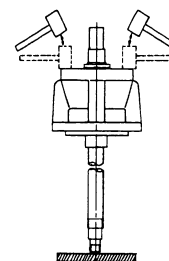

図 12
- (11) ファンキー㉟を外す。
- (12) (MLB-703,1003, GLB-705,1005) ファンケース(A)㊱より、出口側ベアリングボックス㊲を外す。この時、シャフト㊳は出口側ベアリングボックス㊲と共に外れる。そして、ヒートファン㊴を外し、出口側ベアリングボックス㊲より、ベアリング押さえ㊵を外す。
- (13) (MLB-1503,2003, GLB-1505,2005) ファンケース(A)㊱より、ベアリングブラケット㊶と断熱プレート㊷を外す。この時、シャフト㊳は出口側ベアリングボックス㊲と共に外れる。そして、ヒートファン㊴を外し、出口側ベアリングボックス㊲より、ベアリング押さえ㊵とベアリングブラケット㊶を外す。
- (14) 木片などを下に敷き、シャフト㊳の入口側を下にして立てる。(図 12)
- (15) 出口側ベアリングボックス㊲をベークハンマで外周を均一に軽くたたきながら、出口側ベアリング㊸より外す。
- (16) ベアリングナット㊹、ベアリングワッシャ㊺を外す。
- (17) プーリ抜きを用いて出口側ベアリング㊸をシャフト㊳より抜く。